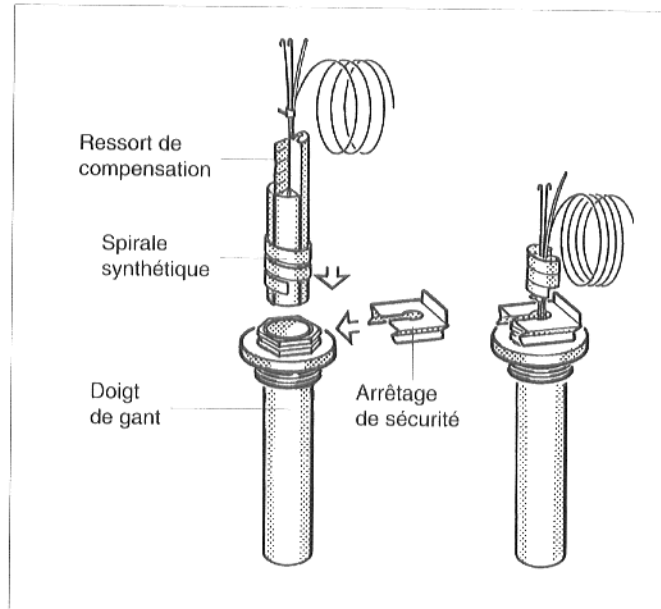

Fig. 13 : doigt de gant et sondes thermostatiques
- Introduire les sondes thermostatiques jusqu'en butée dans le doigt de gant. La spirale en matière synthétique se replie alors automatiquement. Le ressort de compensation doit également être introduit dans le doigt de gant (fig. 13).
- Enfoncer l'arrêtage de sécurité (livré avec l'appareil de régulation) latéralement ou de haut en bas sur la tête du doigt de gant (fig. 13).